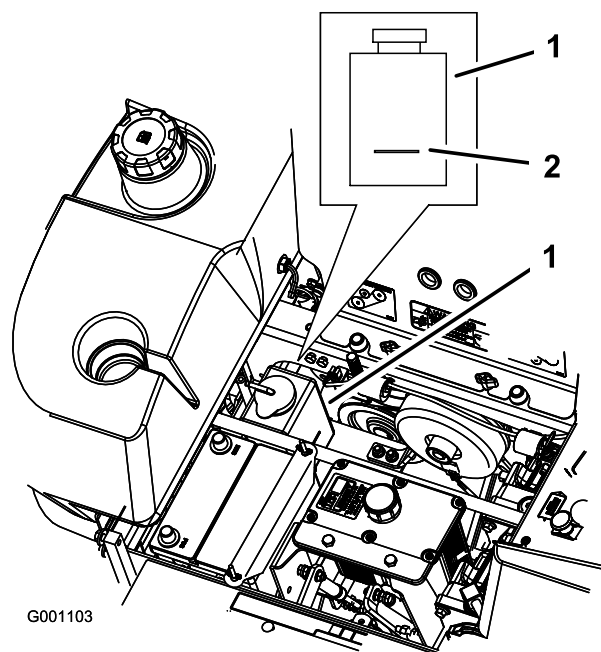

Figure 61
3. Lorsque le moteur est froid, vérifiez le niveau de liquide dans le vase d'expansion. Le liquide doit atteindre la bosse à l'extérieur du vase d'expansion (Figure 61).
4. Si le niveau de liquide est insuffisant, versez un mélange 50/50 d'antigel longue durée/Dex-Cool® et d'eau dans le vase d'expansion (Figure 61).
5. Versez une quantité suffisante de mélange 50/50 dans le vase d'expansion pour atteindre le trait de repère (Figure 61).